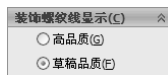

图 7-30 “装饰螺纹线显示”卷展栏
- “装饰螺纹线显示”卷展栏：如图 7-30 所示，其“高品质”项表示所有的模型信息都被装入内存（系统运行速度会受影响）；“草稿品质”项表示将最小的模型信息装入内存，有些边线可能看起来丢失，打印质量也可能略受影响。